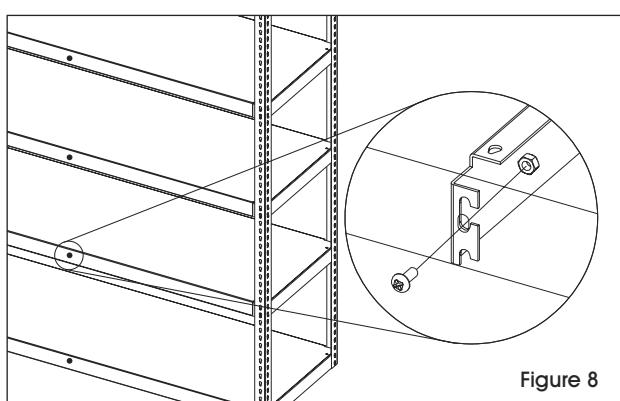

Figure 8
8. Une fois que les étagères sont en place, pour une stabilité supplémentaire si désiré, fixez-les à l'aide de boulons et d'écrous. (F). Serrez fermement. (Voir Figure 8)